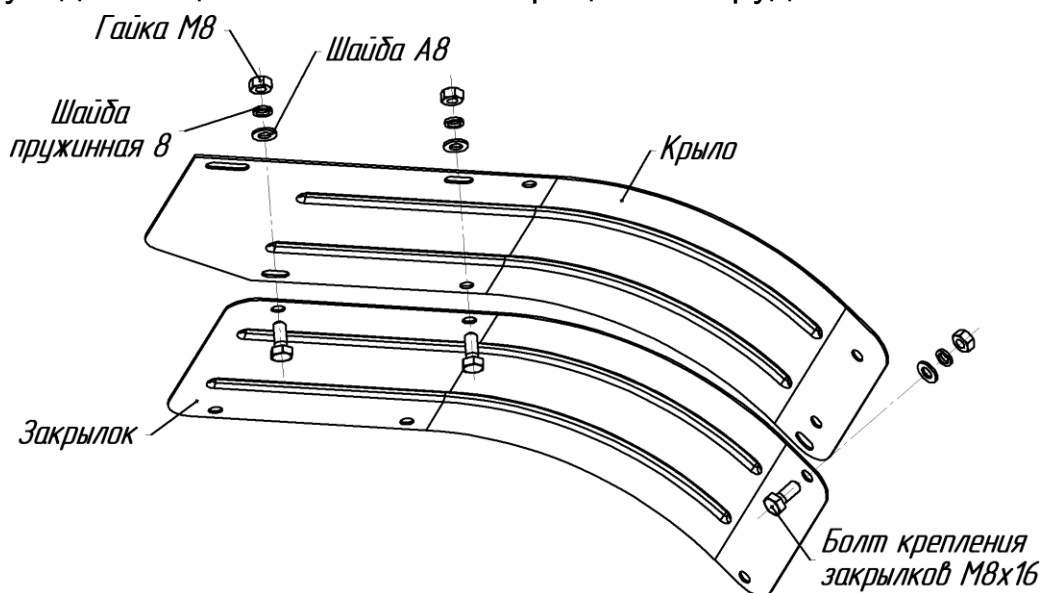

Рис.6. Схема крепления закрылков (дополнительных крыльев)
29. Защитные устройства и щитки должны быть установлены на соответствующие места и надежно закреплены с помощью исправного стандартного инструмента (рис.6).
Для проверки работы системы управления расцеплением осей колес, нажмите рычаг расцепления, при этом при повороте мотоблока влево, должно ощущаться значительное облегчение усилий поворота, а левое колесо не должно вращаться. В противном случае, отрегулируйте систему расцепления колес с помощью регулировочного болта и гайки 1 на рукоятке (при заворачивании болта срабатывание происходит позже, а при выворачивании – раньше) (рис.6).